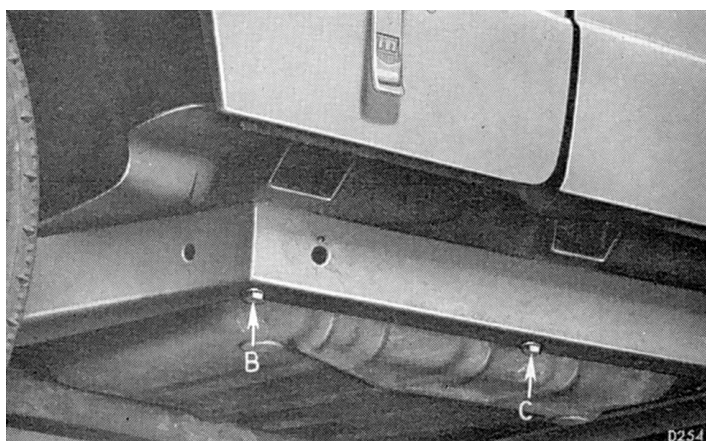

Fig. 3. Boulon de fixation du plancher à la section latérale du châssis
- huit dans la partie latérale du châssis adjacente aux bas de caisse : (B), (C), (E), (F) et Figs. 3 et 4;
- six dans la traverse intermédiaire, à travers le plancher avant et arrière : (D);
- quatre dans l'extension arrière du châssis, à travers le fond du coffre à bagages (J) et (K).